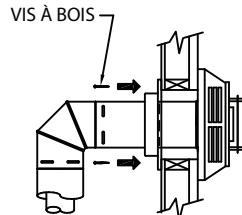

Figure 9
Étape 7. Glisser la flasque du manchon contre la surface du mur et la fixer au mur avec les vis fournies (*Fig. 9*). Si désiré, poser une garniture décorative de laiton facultative à la flasque du manchon d'emboîtement mural